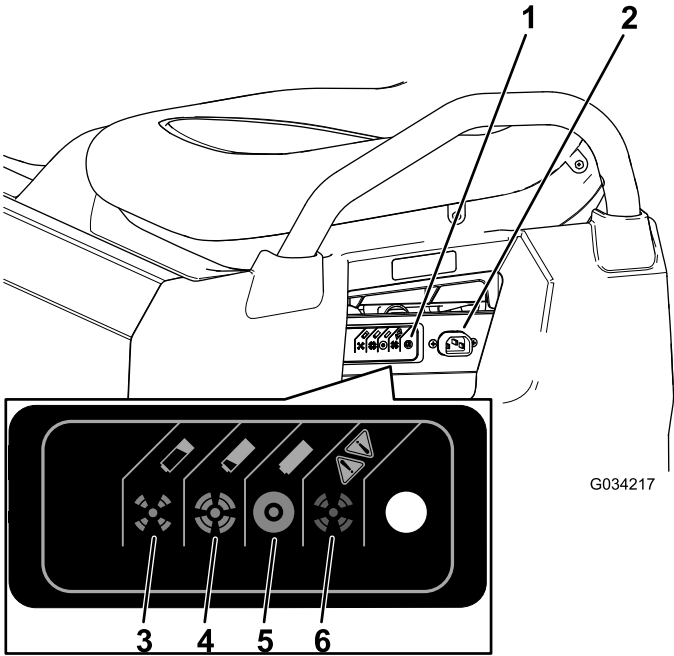

図 37
3. チャージャコードの太さは16 ゲージまたはそれ以上太いもので、長さは 2.5 m 以内を、マシンの充電ソケットに接続する 図 37。
充電状態を表す色の意味については、下の表と図 37 で確認してください。